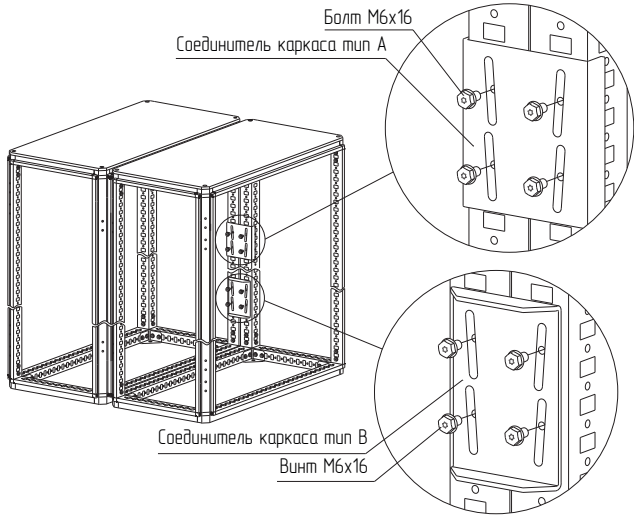

Рисунок 66
4.36.3 Установите каркасы друг к другу, установите соединительные пластины в местах необходимых для стягивания каркасов, наживив по 4 болта М6х16 (рисунок 66) Пластины должны быть равномерно распределены по всему периметру каркасов.